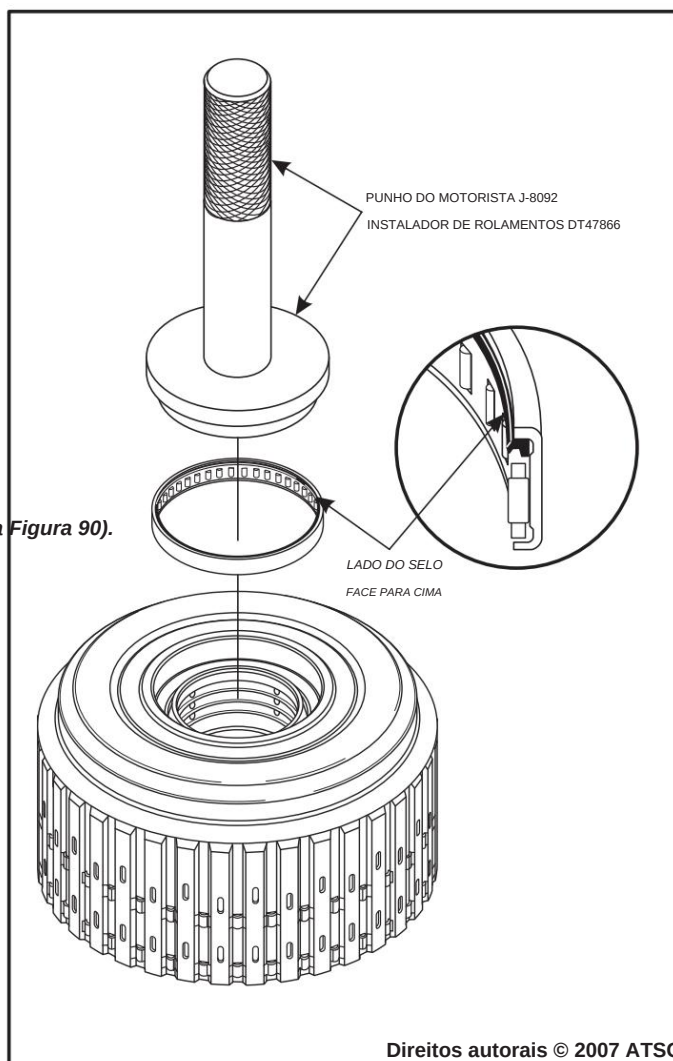

Figura 90
**recondicionamentos devido à vedação de lábio incorporada (veja a Figura 90).**
6. Instale um novo rolamento de rolos gaiola, conforme mostrado na Figura 90, com o lado da vedação voltado para cima.